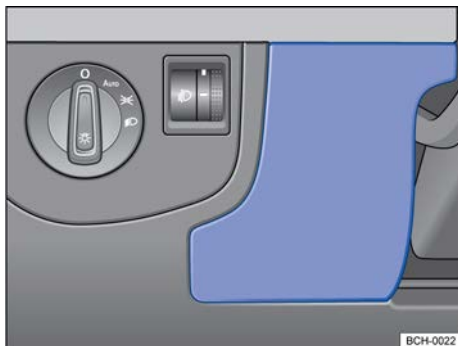

Fig. 168 No lado do condutor do painel de instrumentos: cobertura da caixa de fusíveis.
- Segurar a cobertura da caixa de fusíveis → Fig. 168 e puxar para frente.